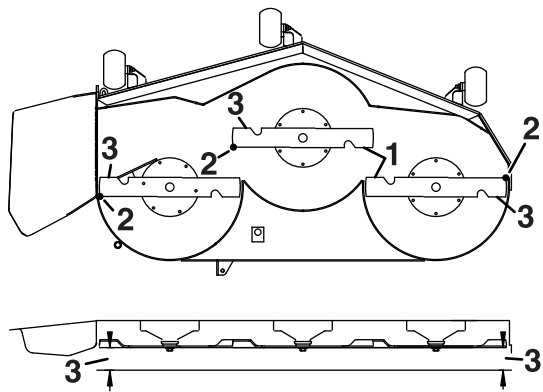

Figura 72
4. Mida entre los bordes de corte exteriores y la superficie plana (Figura 72).